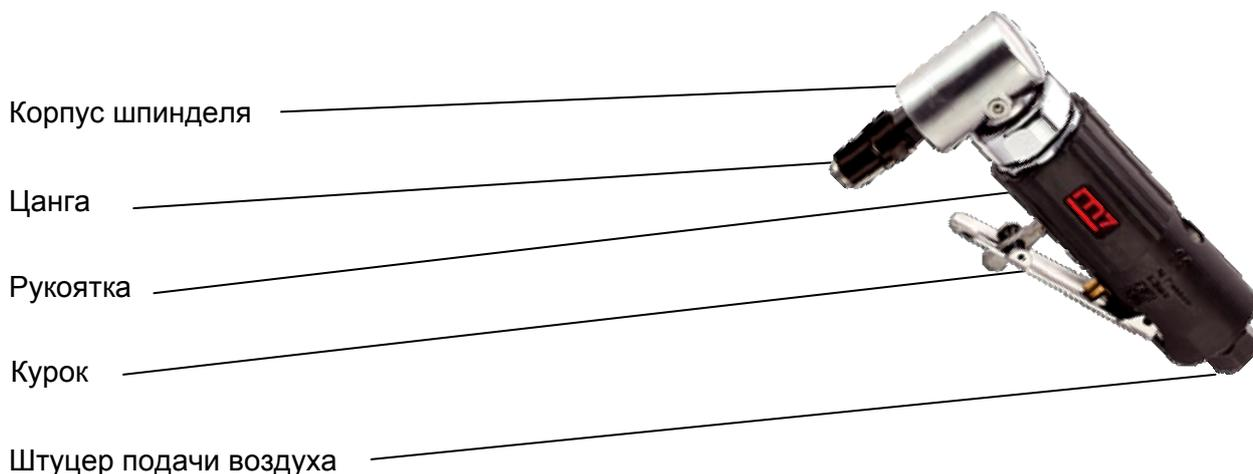

Рис. 1
- Управление пневматической бормашиной осуществляется с использованием курка (Рис. 1 и 2), который находится под указательным пальцем.